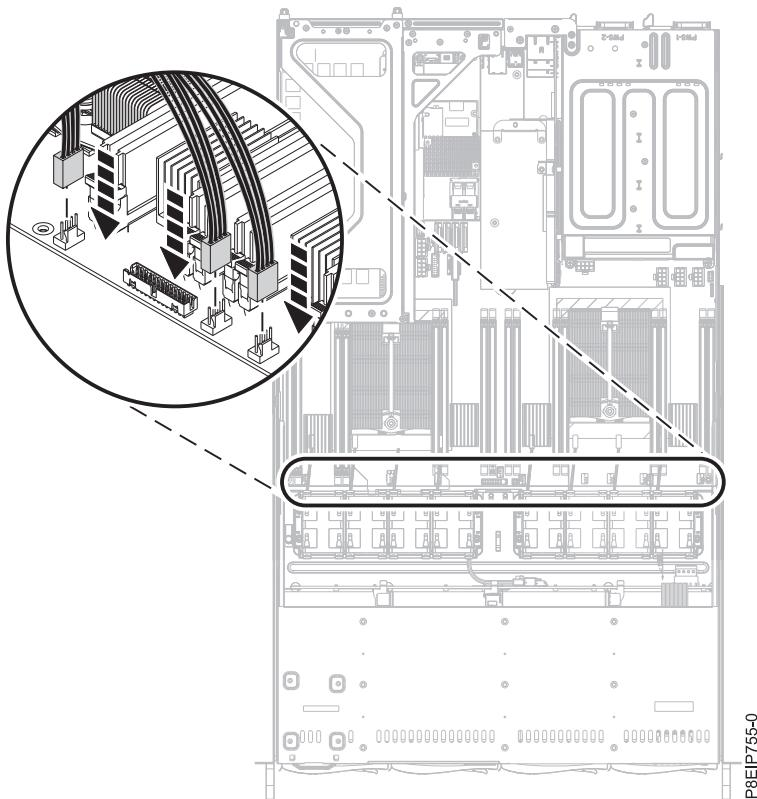

図 21. プラグの再取り付け
4. ファン・ケーブルをシステム・バックプレーンに接続します（26 ページの図 21 を参照）。